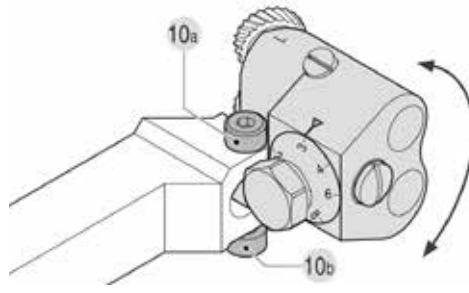

Fig. 10: Correzione della testa portafresa C602
La regolazione può essere effettuata mediante le due viti di regolazione fine (fig. 10, pos. 10A + 10B). A tale scopo, aprire la vite 10A e regolare l'inclinazione tramite la vite 10B o viceversa. Dopo aver eseguito correttamente la regolazione, serrare a mano la vite opposta.